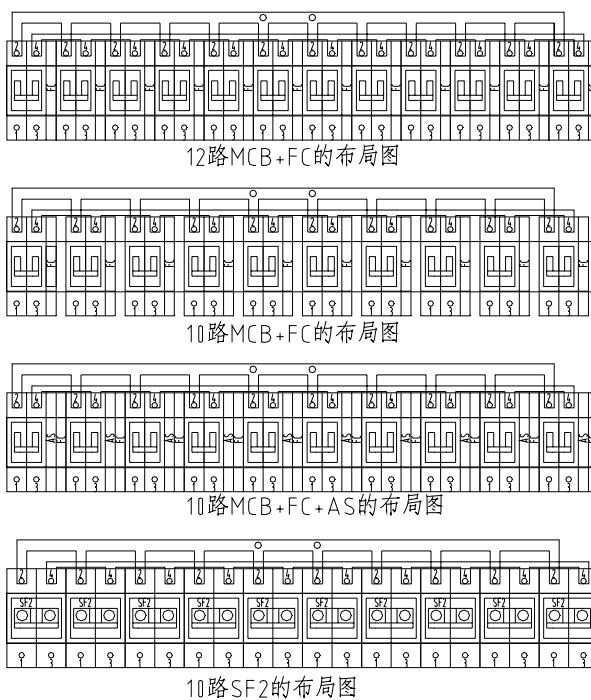

图 7-7 馈出开关 MCB 布局图
4. 空气开关加报警触点（MCB+FC）配置 10 路带隔离空间的形式。参见图 7-7。